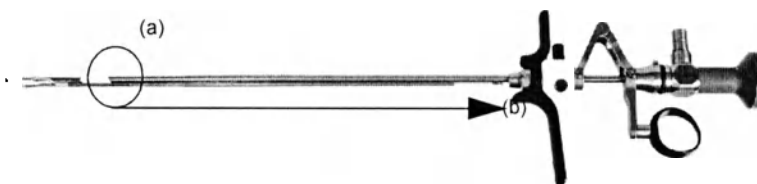

Рисунок 10: Установка электрода в направляющую трубку электрода
2. Ввести электрод Stryker в направляющую трубку электрода на рабочем элементе (а) до его соединения с блоком изоляции электрода (b) (см. Рисунок 10).